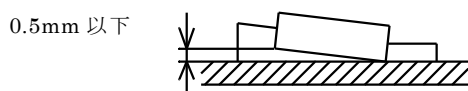
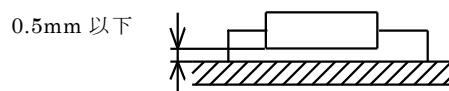

図 3-1
図 3-2
- (p) 限時継電器として、H3CR-Aを使用する場合には、電源スタート/電源リセットで使用するため端子番号⑥-②間を短絡すること。
(3) 電子回路組立て作業 (A・B・C 課題に適用)
- (c) 抵抗器、ダイオード、コンデンサはプリント基板にほぼ密着させて取付けること。浮き上がり限界は、図 3-1、図 3-2 に示すとおりとする。